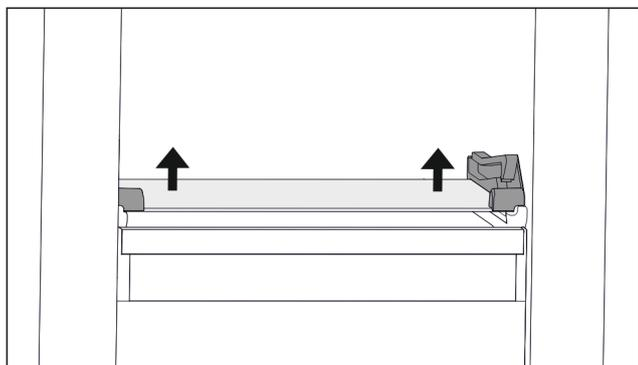

Fig. 70 Ripiano in vetro del cassetto ribaltabile
- ▶ Premere il ripiano in vetro dal basso verso l'alto su entrambi i lati. (vedere Fig. 70)